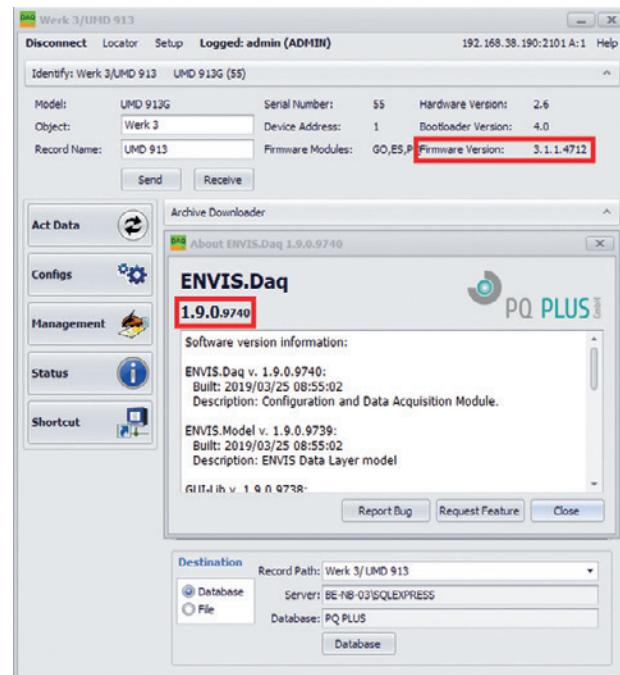

Abbildung 1: ENVIS.Daq — SW- und FW-Version.
- FW-Version ≥ 3.1, ENVIS-Version ≥ 1.9 (Abb. 1)